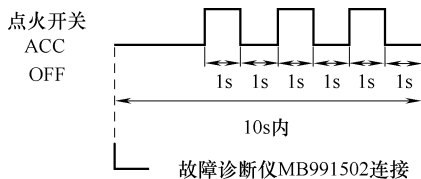

图 2-16 遥控钥匙设定间隔示意
- 3) 连接后 10s 内将点火开关转到“ACC”保持 1s，然后转到“OFF”保持 1s，重复重复这一过程三次（图 2-16）。